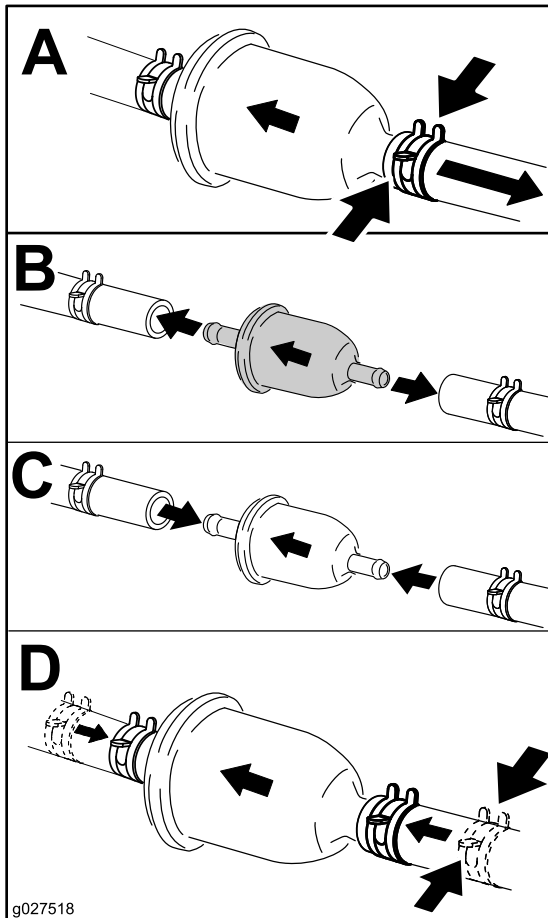

Figura 53
3. Sostituite il filtro (Figura 53).